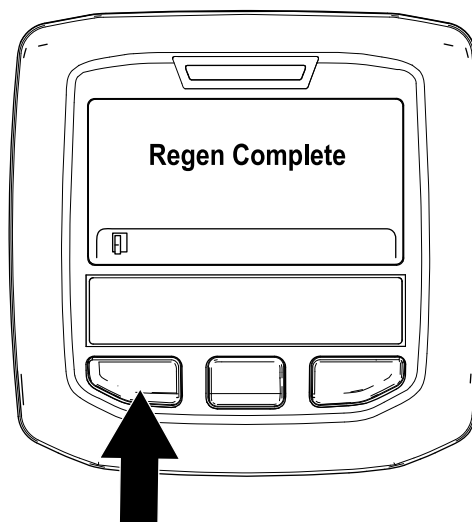

Figure 56
9. La régénération en stationnement est terminée quand le message « Regen Complete » (régén. terminée) s'affiche dans l'InfoCenter. Appuyez sur le bouton gauche pour quitter l'écran d'accueil (Figure 56).